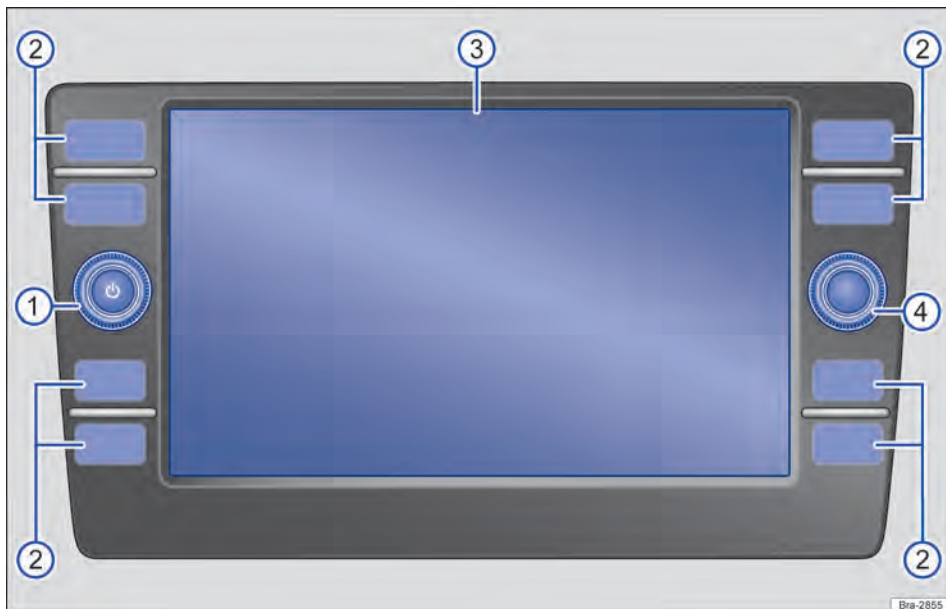

Fig. 116 Vista geral dos comandos.
O aparelho é fornecido em diferentes variantes, diferenciadas pela inscrição e função dos botões do rádio → Fig. 116 ②.
- ① **Botão rotativo e de pressão** : Botões do rádio: pressionar para acessar uma superfície de função.
- ② **Botões do rádio**: pressionar para acessar uma superfície de função.
- ③ **Display**: tela de toque.
- ④ **Botão de configurações**: a função depende da respectiva condição de operação.